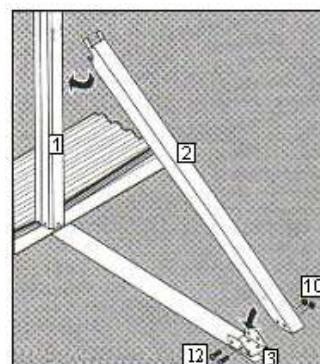

fig. 9
b. Empuje el contra fuerte (2) hacia delante hasta que las cuatro pestañas se vean por el interior de la columna vertical (1), al mismo tiempo, mueva el extremo inferior del contra fuerte hacia la placa ángulo (3) situado en el tensor de la base, encaje la placa ángulo (3) dentro del contra fuerte (2).
c. Atornille el contra fuerte (2) a la placa inferior (3) mediante dos tornillos (12) y sus correspondientes tuercas (11) (ref. bolsa 557). No apriete en exceso, tan solo lo justo para asegurar un anclaje seguro, fig. 9.